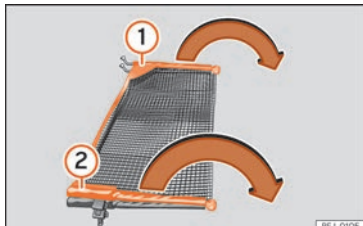

Abb. 130 Netztrennwand ausklappen.
Querstangen »» Abb. 130 ① und ② der Netztrennwand in Pfeilrichtung auseinanderklappen, bis ein „Klick“ zu hören ist.